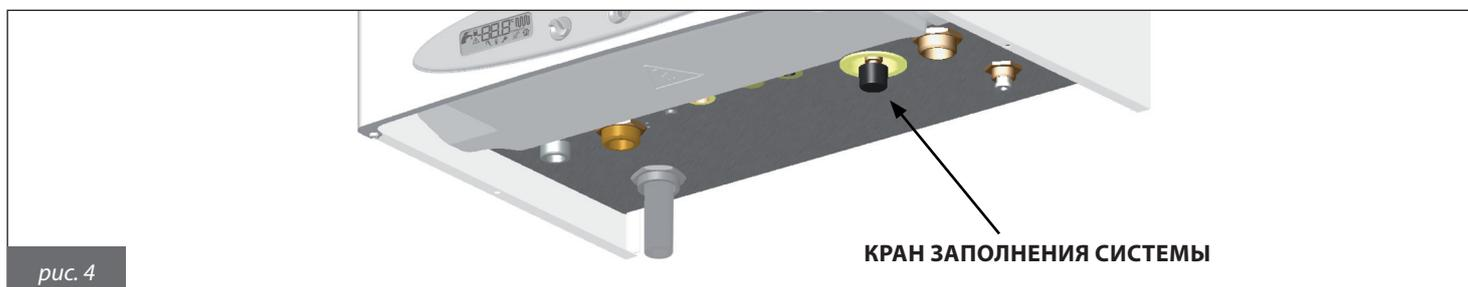

рис. 4
- открутить кран заполнения системы (рис. 4) движением против часовой стрелки с целью поступления воды в систему;